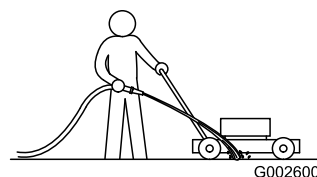

Figura 21
4. Întindeți un furtun la nivelul mânerului și direcționați un jet de apă în fața roii dreapta, spate (Figura 21).